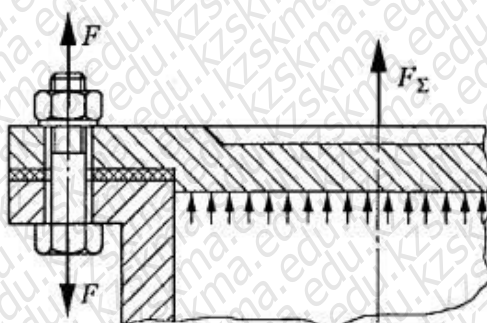

Рис. 16.4. Схема к расчету затянутого болта под действием внешней силы
3. Расчет болтов для крепления крышек цилиндров, находящихся после затяжки под давлением (рис. 16.4). Используя формулу для определения полной нагрузки на болт, можно записать окончательную расчетную формулу с учетом кручения: